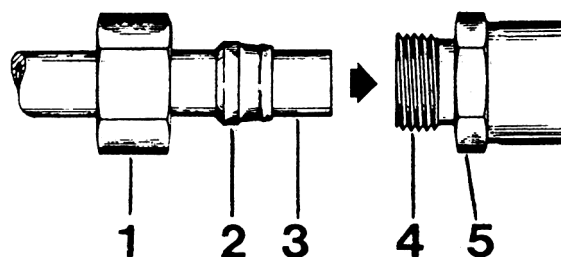

Fig 50.
3. Montera den ogängade delen av röret till kompensatorn. Avlägsna eventuella grader och trä muttern (1 fig 50) och skärningen (2) över röränden (3). Vänd skärningen rätt. Stryk därefter olja på nippelkroppens (4) innerkona, muttergänga och skärning (ej fett). Tryck in röret till ansatsen i nippelkroppen och skruva på muttern (1) för hand. Drag därefter åt muttern med verktyg tills skärningen pressar upp en vall, efterdrag vid behov. OBS! Kompensatorn får ej utsättas för vridning, använd den fasta muttern (5) som mothåll vid åtdragningen.